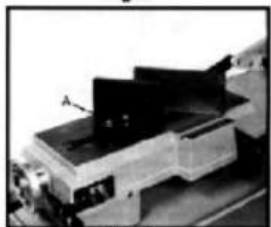

Fig.8
2. Posizionare la morsa e reinstallarla come illustrato nella Fig.8. Prestare particolare attenzione attenzione alla posizione dei fori dei bulloni.
4. Regolare la morsa mobile parallelamente per fissare la morsa allentando il bullone (A, Fig. 8). regolazione per mettere in parallelo e stringere il bullone.